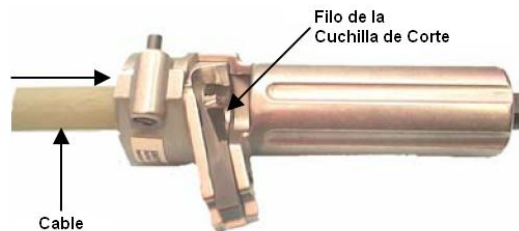

Fig. 4
**Paso 4.** (Fig. 4) Para remover el aislamiento, introduzca el cable a la WS5 hasta que entre en contacto con el filo de la cuchilla. Siempre verifique la posición de la cuchilla con respecto al conductor del cable antes de comenzar la remoción del aislamiento o semiconductora.